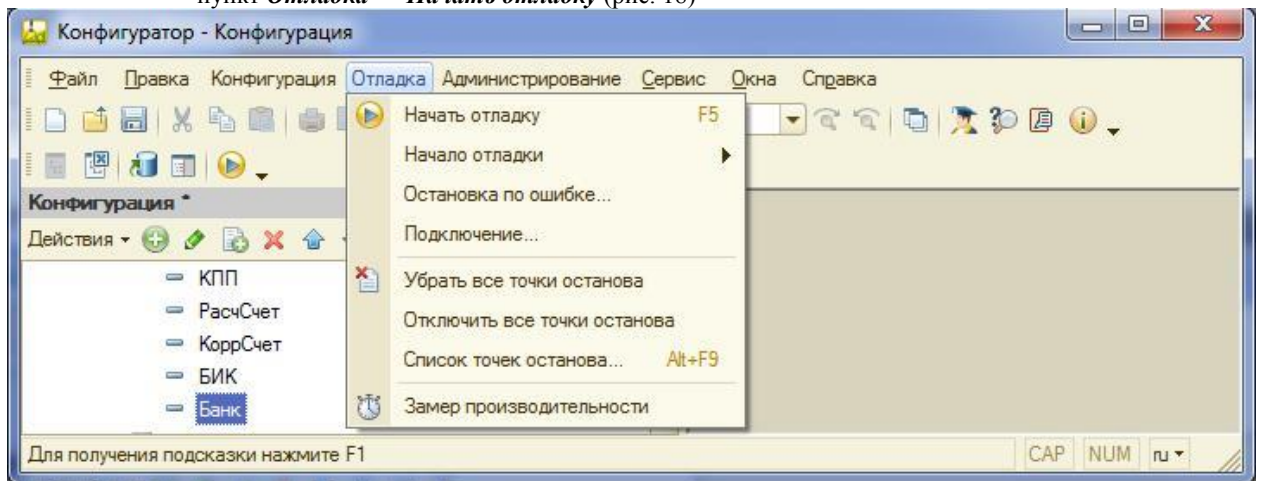

Рис. 18
- пункт **Отладка** — **Начать отладку** (рис. 18)